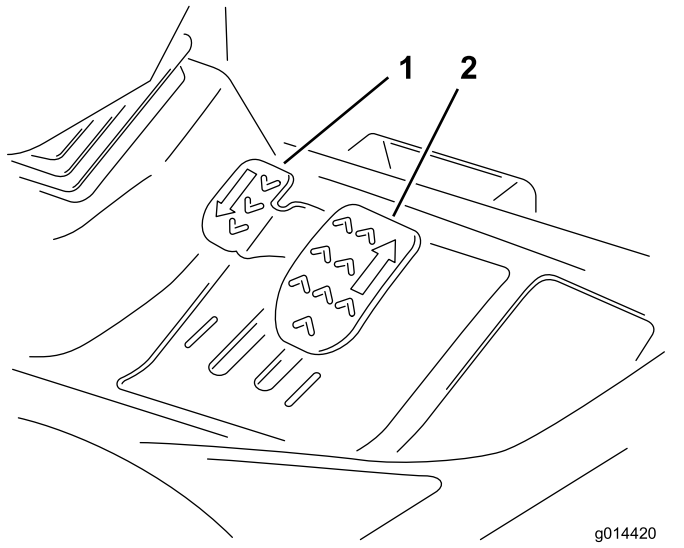

Figure 7
**Déplacement avant** : appuyez sur la pédale de marche avant pour faire avancer la machine et augmenter la vitesse de déplacement. Relâchez la pédale pour ralentir (Figure 7).
**Déplacement arrière** : appuyez sur la pédale de marche arrière pour faire reculer la machine et augmenter la vitesse de déplacement. Relâchez la pédale pour ralentir (Figure 7).